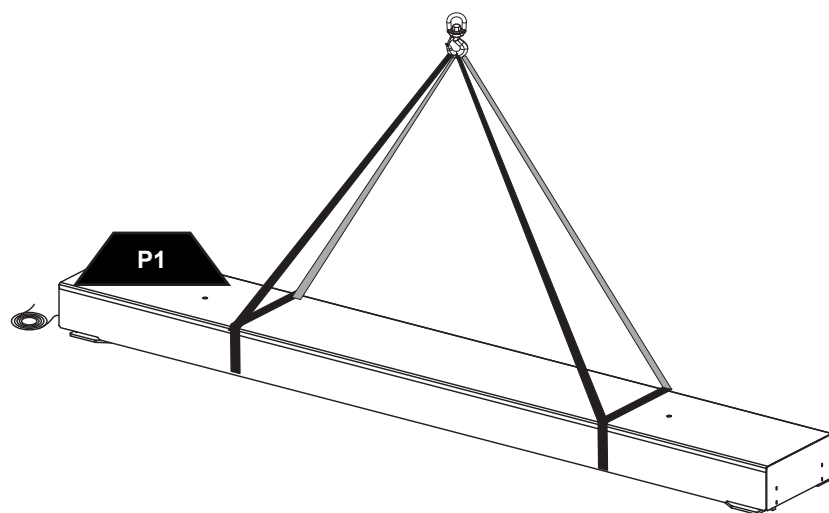

Fig.5
- La confezione (A) contiene gli accessori e le minuterie per il completamento dell'assemblaggio.
- Le operazioni di sollevamento devono essere eseguite come da fig. 5.
- sollevare con cautela, adoperando adeguati mezzi di sostegno del carico, in perfetta efficienza, utilizzando gli appositi punti di aggancio come indicato in fig. 5;
- Package (A) contains the accessories and the small parts for assembly completion.
- Lifting must be carried out as shown in fig. 5.
- lift with care, using suitable means of support for the load, in perfect working order, using the specific hooking points as shown in fig. 5;
- Die Verpackung (A) enthält Zubehörteile und Kleinteile zur Komplettierung des Zusammenbaus.
- Beim Anheben gemäss Abb. 5 vorgehen.
- Vorsichtig anheben, die Last ordnungsgemäss mit geeigneten Hilfsmitteln stützen. Dabei die in Abb. 5 angegebenen Einhangungspunkte berücksichtigen;
- L'emballage (A) contient les accessoires et la minuterie pour compléter l'assemblage.
- Les opérations de levage doivent être réalisées comme indiqué à la fig. 5.
- soulever avec attention: se servir de moyens indiqués pour le soutien de la charge parfaitement efficaces et se servir des points d'attelage comme indiqué à la fig. 5;
- Paket (A) innehåller tillbehör och smådelar för slutmontering.
- Lyftning ska utföras enligt fig. 5.
- Lyft med försiktighet och använd lämpliga stödordningar för lasten, som är i perfekt funktionsdugligt skick, och använd de särskilda krokpunkter som visas i fig. 5;